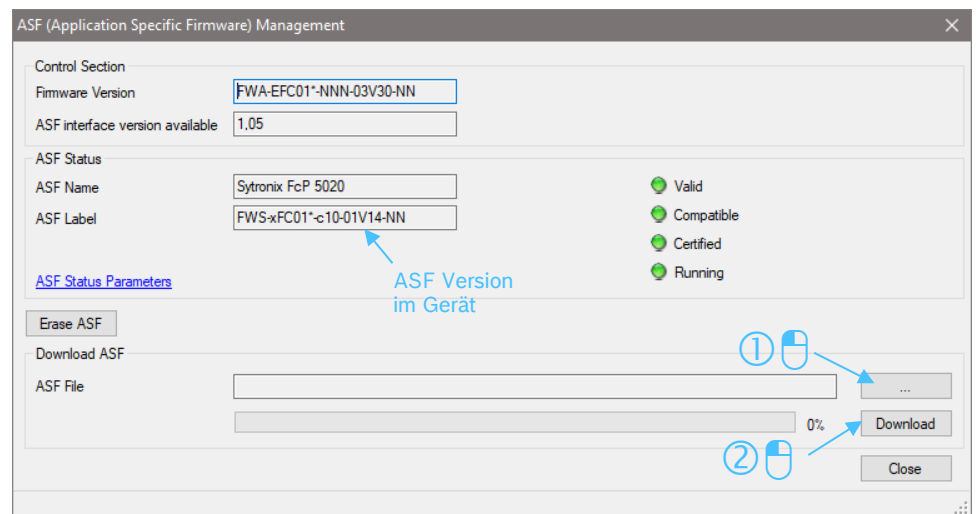

Abb. 15: Fenster ASF-Update
- ▶ Durch Klick auf „...“ können Sie zu einer ASF-Datei (*.ibf) navigieren und diese auf das Gerät durch Klick auf „Download“ aufspielen (siehe Abb. 15: Fenster ASF-Update).